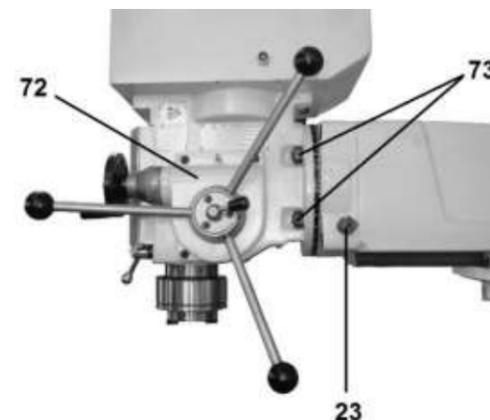

Рис. 20
9.7. Регулировка узла вертикального шпинделя (Рис. 20, 21а, 21б, 21в)
9.7.2. Ослабьте четыре стопорных гайки (73) с обеих сторон шпиндельного узла (72) на 1-2 шага резьбы (Рис. 20).